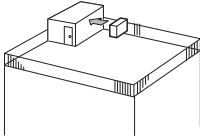

Fig. 2-3
- ① Suuntaa ilman poistoaukko kohti lähintä saatavilla olevaa seinää noin 35 cm:n pästä. (Fig. 2-3)